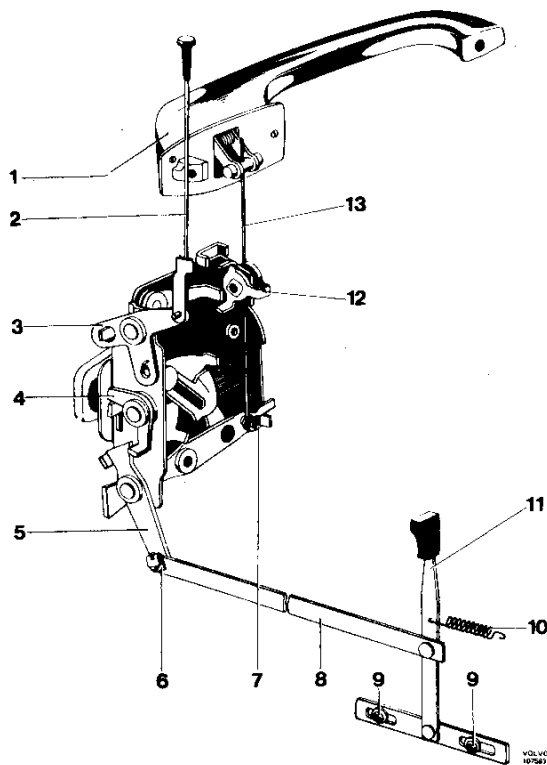

Abb. 18 Vorderes Türschloß (früh. Ausf.)
Ausbau des Türinnengriffes (Abb. 18, 19, 20 bzw. 21)
2. Klammer lösen, mit der die Zugstange vom Türaußengriff (2, Abb. 18 u. 20) am Türschloß befestigt ist.
1. Zuerst die Zugstange (2, Abb. 18 u. 19) am Türaußengriff festschrauben.